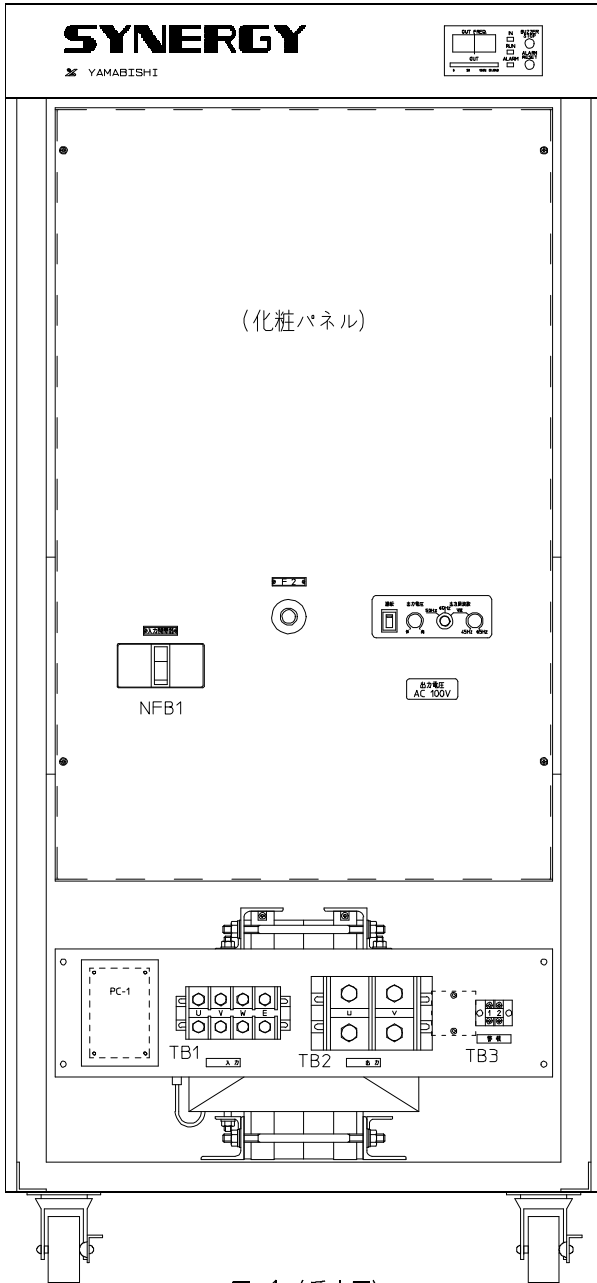
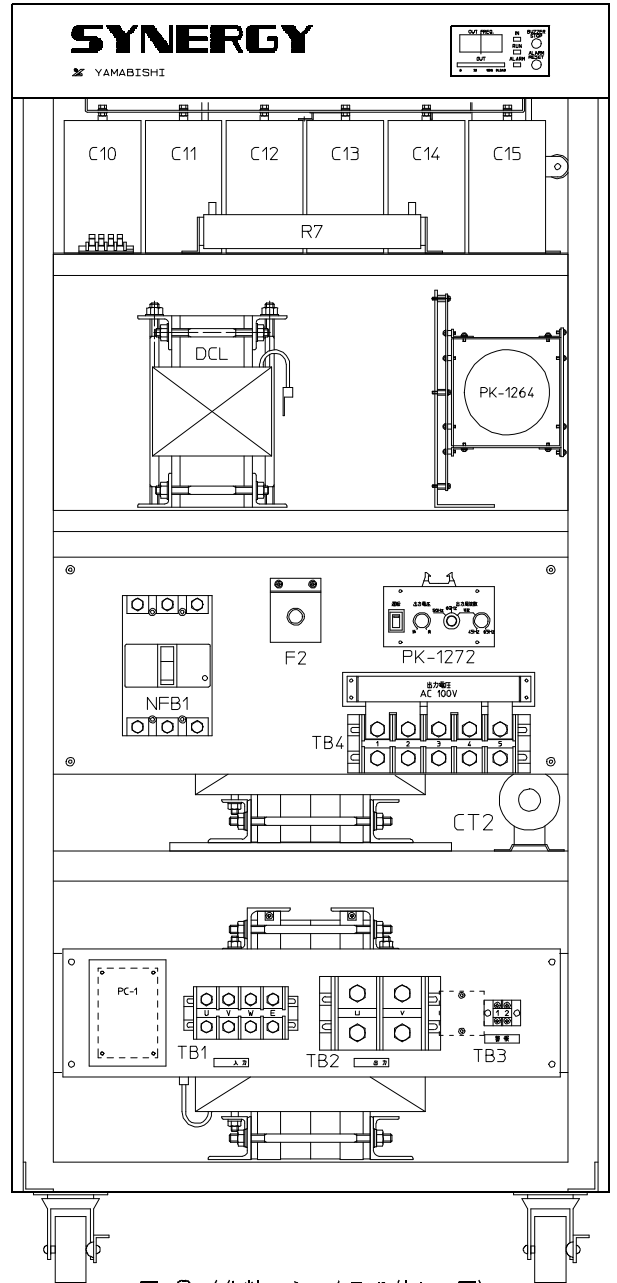
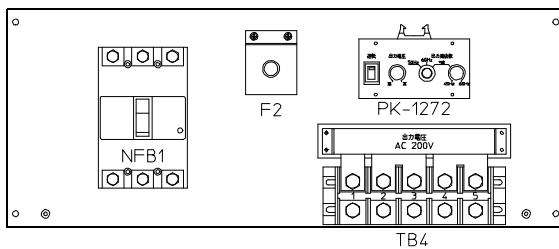

図 1 (扉内図)
図 2 (化粧パネルを取り外した図)
図 3
- 1 図1の化粧パネルを4箇所のM4ビスを取り外すと、図2の様に出力電圧表示板が現われます。
備考 図2は出力電圧100Vを示し図3は出力電圧200Vを示します。